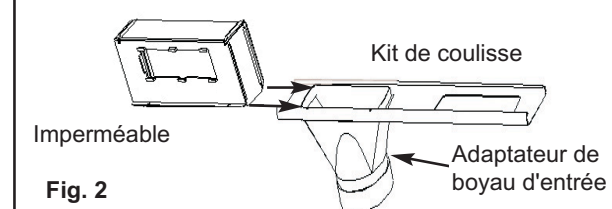

Fig. 2
- 2) Faites glisser les brides sous les rebords de la glissière jusqu'à ce qu'elles soient alignées à l'entrée de la ventilation (voir fig. 2). Une fois les ouvertures d'assemblage de la glissière et l'imperméable alignés, fixez l'imperméable à la glissière à l'aide des quatre vis fournies.